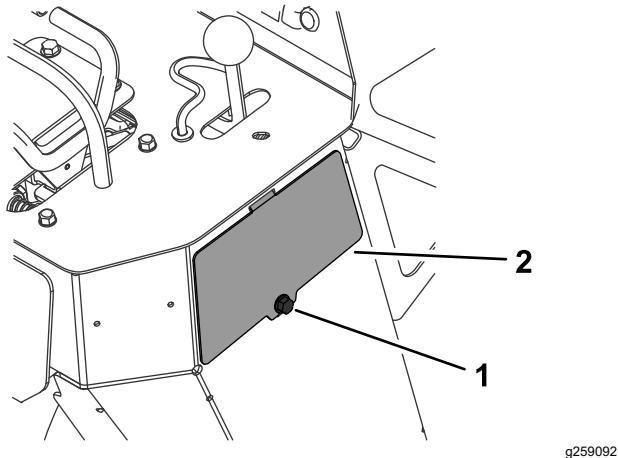

Figura 52
5. Instale o painel de acesso e prenda-o com o parafuso (Figura 52).
3. Retire o parafuso e painel de acesso no lado direito da máquina (Figura 52).